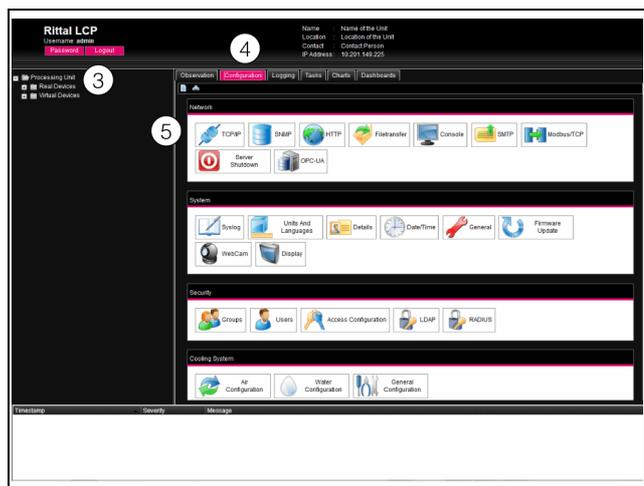

Abb. 88: Anpassen der TCP/IP-Einstellungen
Es erscheint das Übersichtsfenster des Geräts (Abb. 88).
- Klicken Sie im linken Teilbereich des Übersichtsfensters (Navigationsbereich) auf den Eintrag **Processing Unit** (Abb. 88, Pos. 3) und im rechten Teilbereich (Konfigurationsbereich) auf die Registerkarte **Configuration** (Abb. 88, Pos. 4).
- Klicken Sie im Gruppenrahmen **Network** auf die Schaltfläche **TCP/IP** (Abb. 88, Pos. 5).